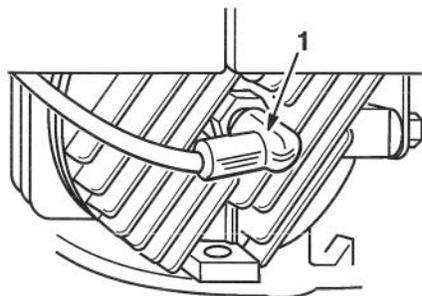

Figure 25
4. Visser la bougie à la main puis la serrer à 20 N·m (180 po.-lbs – 15 pi.-lbs) (Fig 25).
5. Une fois l'entretien terminé, rebrancher le fil de bougie (Fig. 25).
1. Débrancher le fil de bougie (Fig. 25). Retirer la clé du contact.
1. Débrancher le fil de bougie (Fig. 25). Retire la clé du démarreur.